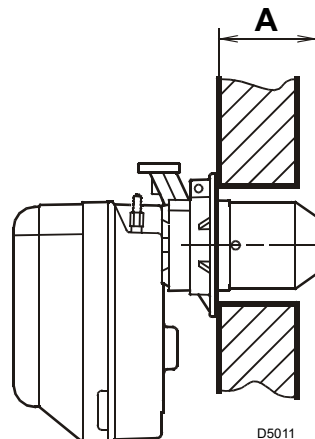

Fig. 11
El quemador puede fijarse con la cota (A) variable, como se muestra en la Fig. 11.